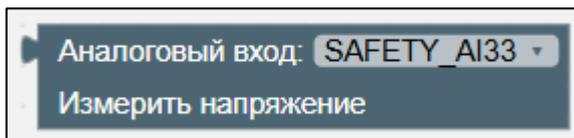

Рисунок II-33 – Блок «Аналоговый вход. Измерить напряжение»
6. Блок «Аналоговый вход. Измерить напряжение» (см. Рисунок II-33).